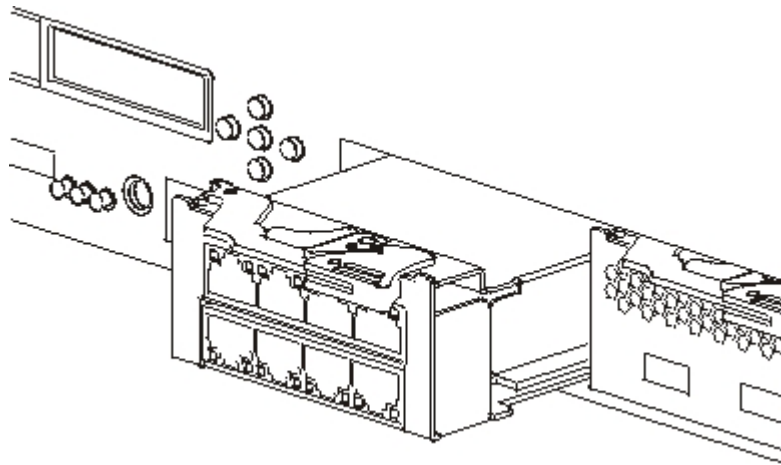

図 27. イーサネット・モジュールの取り外し
4. レバーを手前に引いて、図 27 に示すようにイーサネット・モジュールを引き出します。